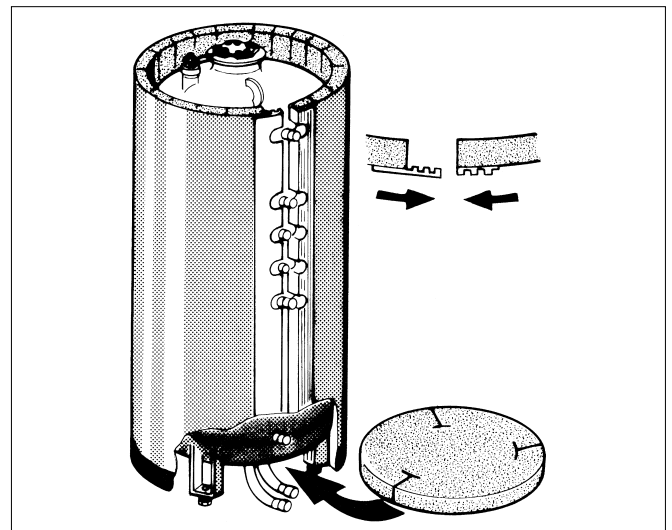

Fig. 11 Montaggio isolamento termico
Collocare al suolo il disco intagliato termoisolante, in modo tale che gli intagli si trovino in corrispondenza dei piedini dell'accumulatore. Collocare il materassino perforato termoisolante attorno al corpo accumulatore in modo tale che i fori coincidano esattamente con gli attacchi (fig. 11).
- Unire le altre due estremità del materassino termoisolante e chiudere (fig. 11).